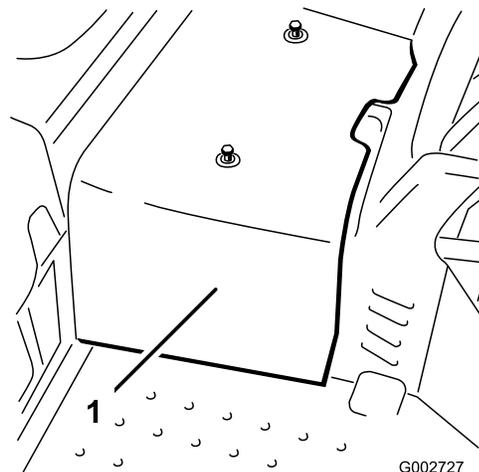

図 40
2. 中央シュラウドを機体に止め付けているネジ2本を外してシュラウドを機体から取り外す(図 40)。